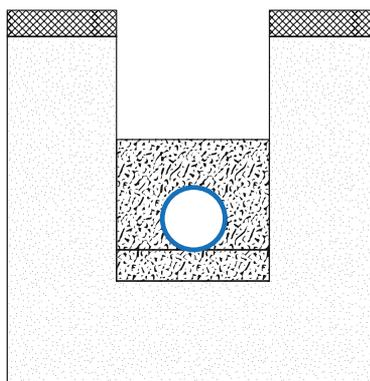

Fig. 5 - Riempimento con materiale di risulta in strati di spessore non superiore a 250 mm.
5. Il materiale di risulta per il restante reinterro può essere utilizzato compattato in strati di spessore non maggiore di 250 mm, purchè non compattati direttamente sopra il tubo fino al raggiungimento di 300 mm di altezza dalla generatrice superiore del tubo (Fig. 5).